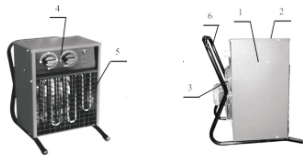

Рис. 1 Тепловентилятор
5.1 Схема тепловентилятора представлена на рис. 1.
5.5 Электрическая схема теплоventильатора представлена на рис. 1 Приложения.